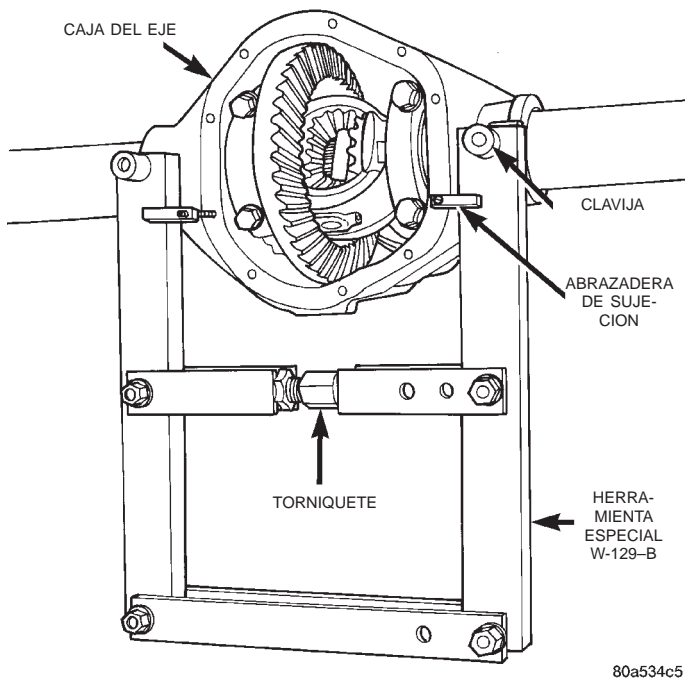

Fig. 32 Instalación del separador de la caja del eje
(6) Afloje los pernos de las tapas de cojinete del diferencial.
(7) Emplace el espaciador W-129B, utilizando algunos elementos del juego de adaptadores 6987, y asiente las clavijas de la herramienta en los orificios de emplazamiento (Fig. 32). Instale las abrazaderas de sujeción y apriete el torniquete de la herramienta a mano.